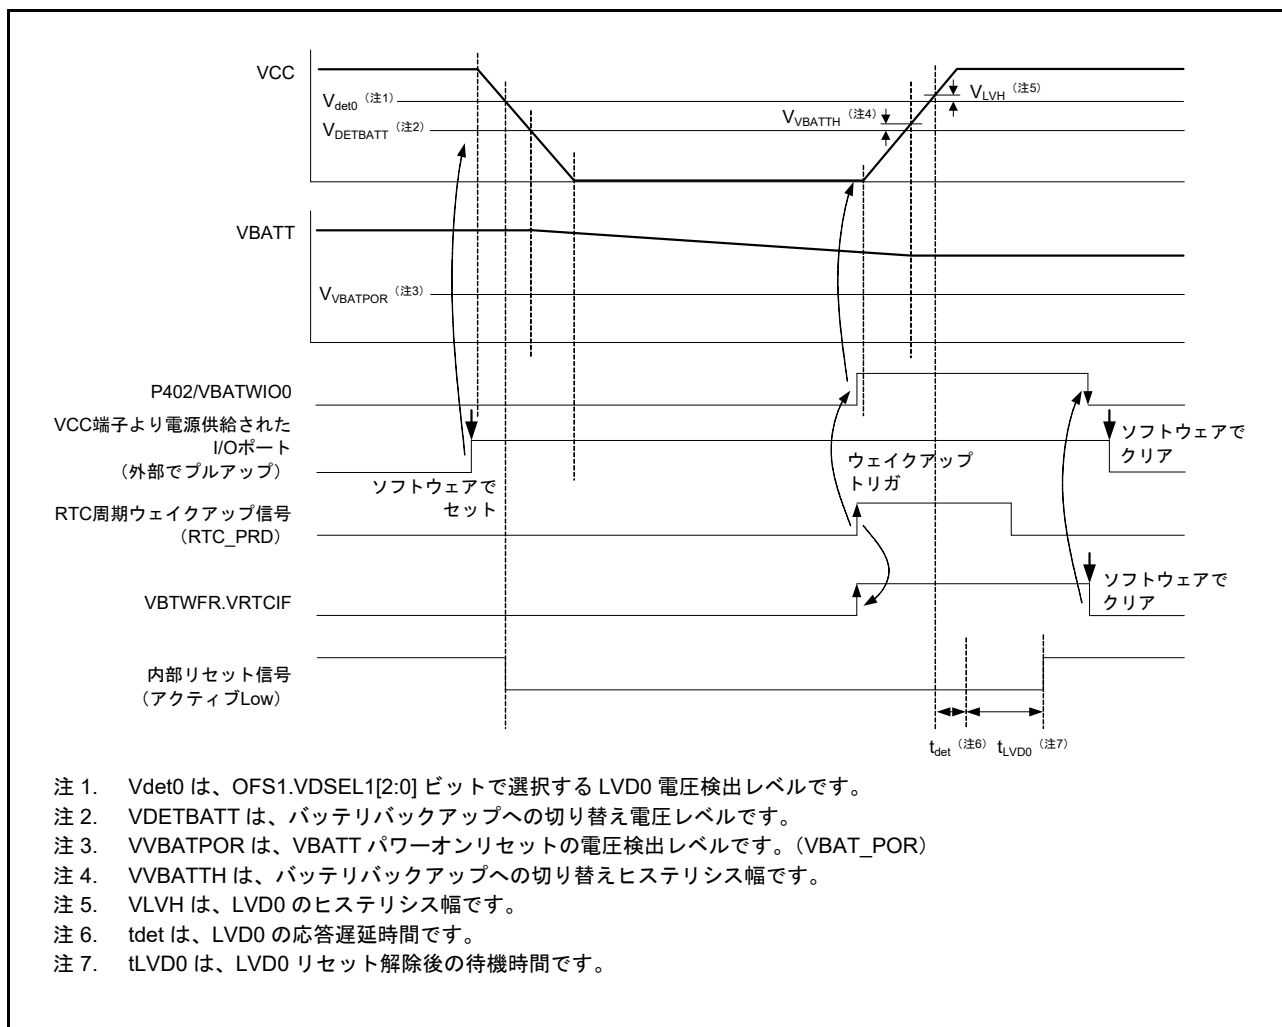

図 12.6 VBAT ウェイクアップ機能のタイミング図
VBATT ウェイクアップ機能のタイミング図を図 12.6 に示します。
3. VBTWFR レジスタを読み出して、VBATT ウェイクアップトリガ要因を確認します。図 12.6 の例では、VBTWFR.VRTCIF ビットが 1 になります。
4. VBTWFR レジスタの対応するビットを 0 にクリアすると、VBATWIO_n ポート (n=0~2) でトグル出力が開始されます。図 12.6 の例では、VBATWIO0 ポートは High から Low にトグルします。